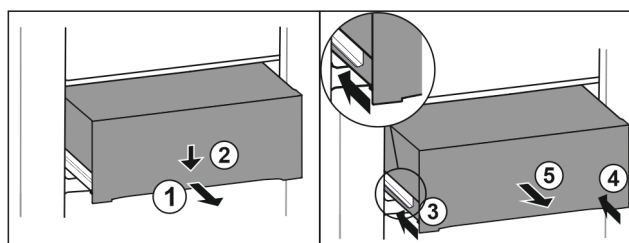

Fig. 105
- ▶ Tirer le tiroir jusqu'à mi-chemin. Fig. 105 (1)
- ▶ Appuyer sur l'avant du tiroir vers le bas. Fig. 105 (2)
- ▶ Insérer le rail gauche d'env. 2 cm. Fig. 105 (3)
- ▶ Insérer le rail droit d'env. 2 cm. Fig. 105 (4)
- ▶ Retirer le tiroir par l'avant. Fig. 105 (5)